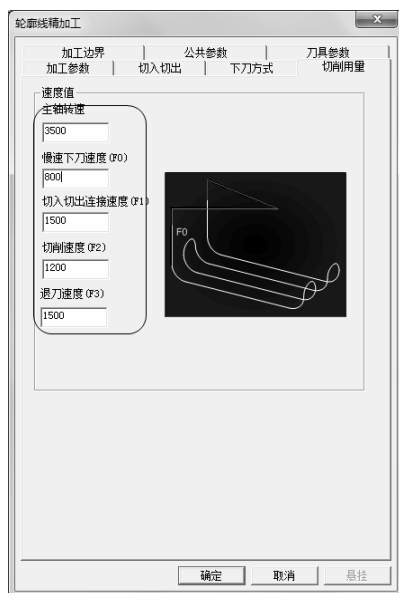

图 3-126 “切削用量”选项卡
4) 单击“切削用量”选项卡，设置“主轴转速”、“慢速下刀速度”、“切入切出连接速度”、“切削速度”、“退刀速度”，具体参数数值如图 3-126 所示。